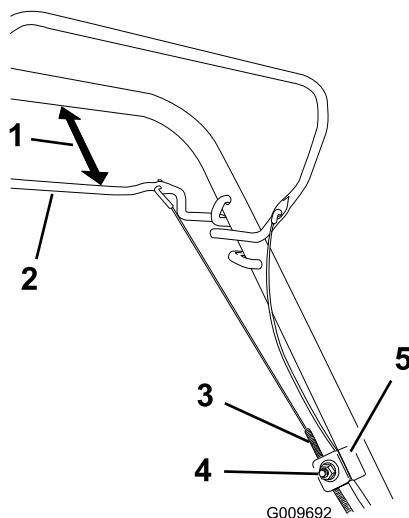

Figura 48
1. Allentare il dado del supporto cavo (Figura 48).
2. Mantenete la barra della trazione automatica a una distanza compresa tra 25 e 38 mm dalla stegola (Figura 48).
3. Abbassate la guaina del cavo (verso la macchina) fino a tendere il cavo (Figura 48).